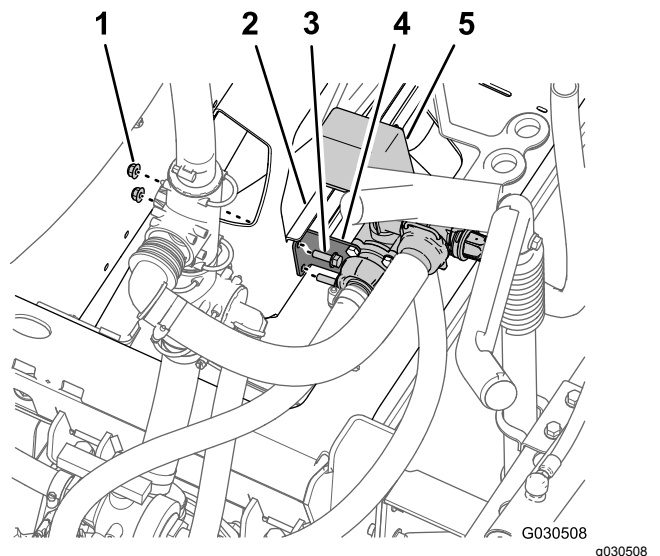

图 68
7. 拧下将搅拌阀支撑托架固定至歧管安装架的 2 个凸缘锁紧螺母 5/16 英寸和 2 个凸缘头螺栓 5/16 x 1 英寸 图 68。